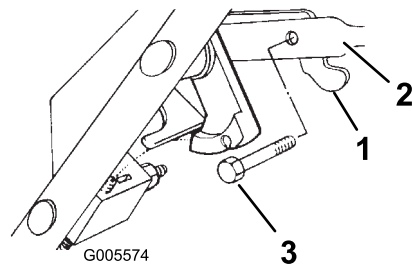

Bild 6
9. Sichern Sie den Antriebshebel mit einer Schraube und einer Sicherungsmutter am Antriebsbügel ab (Bild 6).